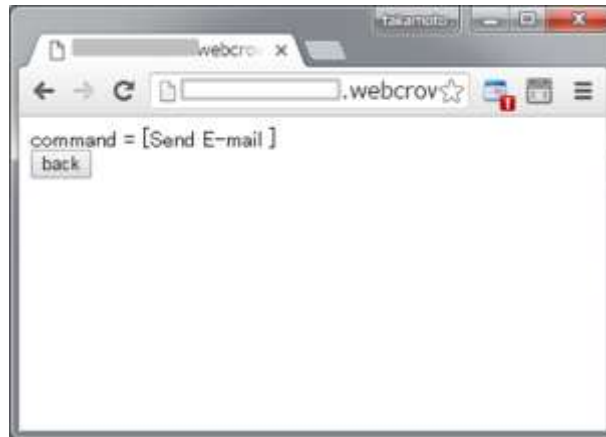

図 8. クライアント側に表示される「コマンド出力」プログラムの表示例
このリスト②のプログラムの実行結果は、図 8 のように選択されたコマンド内容が表示されます。
③ 「メール送信機能」プログラム： sendmail.php (php プログラム)